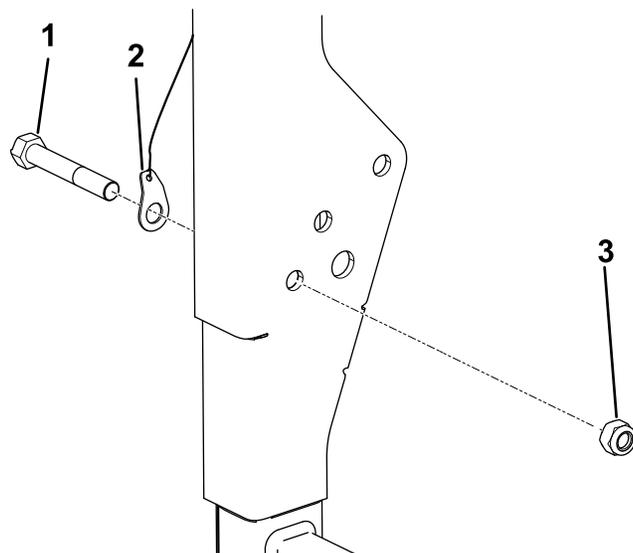

図 8
2. ROPSの、キットを取り付ける予定と同じ側にあるナットとボルトを取り外して廃棄する。 図 8を参照方。